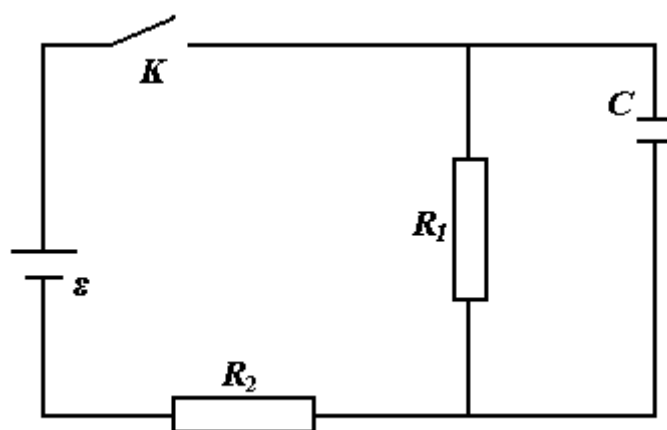

рис.12
28. Цепь на рис.12 состоит из источника с ЭДС $\mathcal{E}$ и резисторов с сопротивлениями R_1 и R_2 , конденсатора емкостью C и ключа K , разомкнутого в начальный момент. Определите зависимость заряда конденсатора от времени после замыкания ключа. Внутренним сопротивлением источника пренебречь (рис.12).